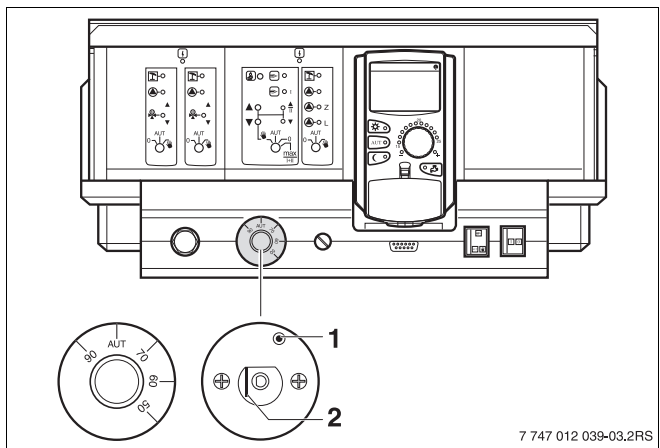

Рис. 13 Срабатывание предохранительного ограничителя температуры
- Вытяните кнопку регулятора температуры (TR).
- Нажмите отверткой на рычажок или кнопку (→ рис. 13, стр. 26) (в зависимости от типа системы управления) и держите так, пока сработает предохранительный ограничитель температуры.